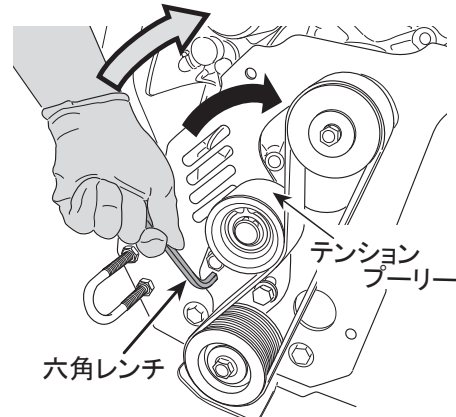

図 7
b. 8mmの六角レンチをテンションプーリーにある調整六角穴に差し込みます。テンションプーリーが右側に動くように、六角レンチを少し持ち上げるように右廻り(時計廻り)に動かします。(図7)